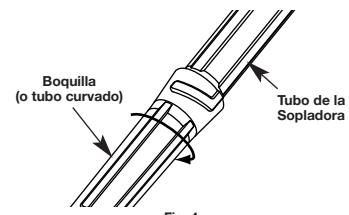

Fig. 4
- Gire la boquilla en el sentido de las agujas del reloj sobre el tubo de la sopladora hasta que quede apretada (Fig. 4).